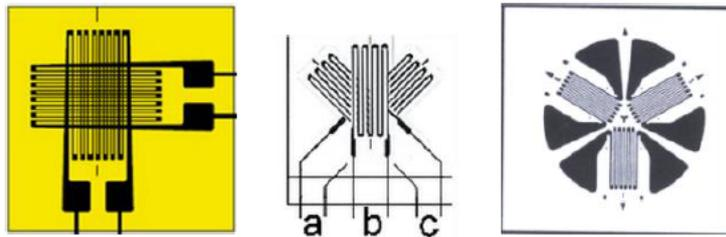

Abb. 7.118: Skizze verschiedener Rosetten-Typen
Abb. 7.118 zeigt verschiedene Rosetten-Typen links: 90° (T), Mitte: 45°, rechts: 120° Rosette.